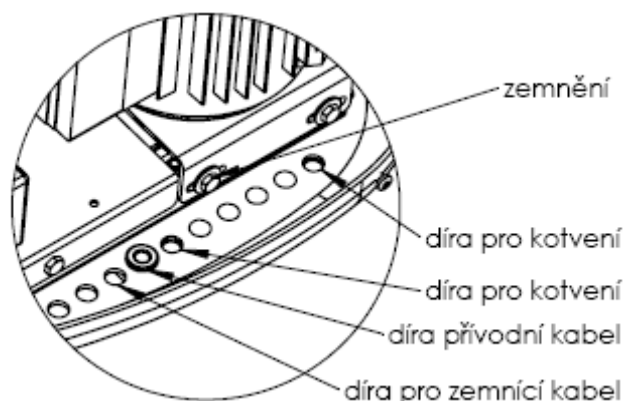

Fig. 3
- la fixation est effectuée à l'aide des vis d'ancrage M8-160 (fig.3) et d'une préparation chimique (mortier résineux à deux composants pour la fixation des parties mécaniques à la couche sous-jacente minérale). La profondeur d'enfoncement des vis est de 138 mm. Pour le blocage, utiliser des cales d'une largeur de 8,2 et un écrou autobloquant M8. Ni les vis ni les autres matériaux ne font partie de la livraison.
- la fixation est réalisée à l'aide des vis d'ancrage M8-160 (fig.3) et préparation chimique. La profondeur d'enfoncement des vis est de 138 mm. Pour bien les assurer, il faut utiliser des cales d'une largeur de 8,2 et un écrou autobloquant M8. Ni les vis ni les autres matériaux ne font partie de la livraison.
- le câble d'arrivée de  $3 \times 1,5 \text{ mm}^2$  est passé par l'orifice de passage de câble du capot inférieur, voir fig. 3. Il doit être ensuite assuré contre l'arrachement à l'aide du verrou préparé dans le boîtier. Le câble doit être amené vers la pompe de nage à contre-courant dans une gaine de protection du câble.